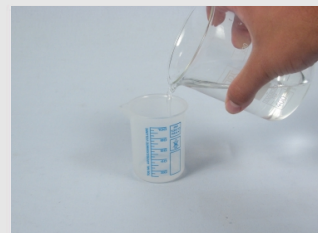

Abbildung 11
1. Miss zuerst mit dem Thermometer die Raumtemperatur und notiere sie. Lass dir dann von deinem Lehrer heißes Wasser in dein Becherglas gießen. Fülle anschließend mit Hilfe des kleinen Messbechers 30 ml des heißen Wassers in den schwarzen Becher ab (Abb. 11).